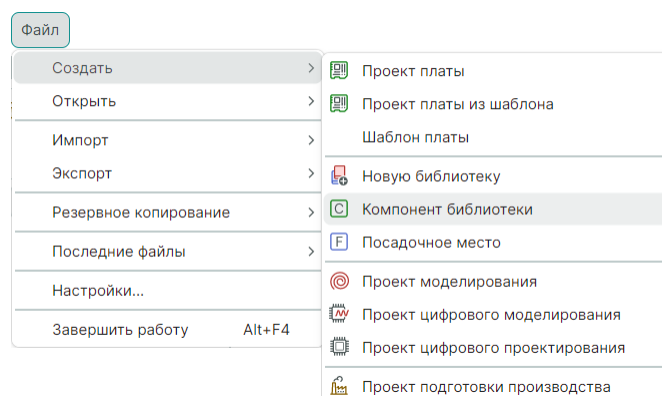

Рис. 187 Создание компонента из главного меню
1. Выберите в главном меню «Файл» → «Создать» → «Компонент библиотеки», см. Рис. 187.